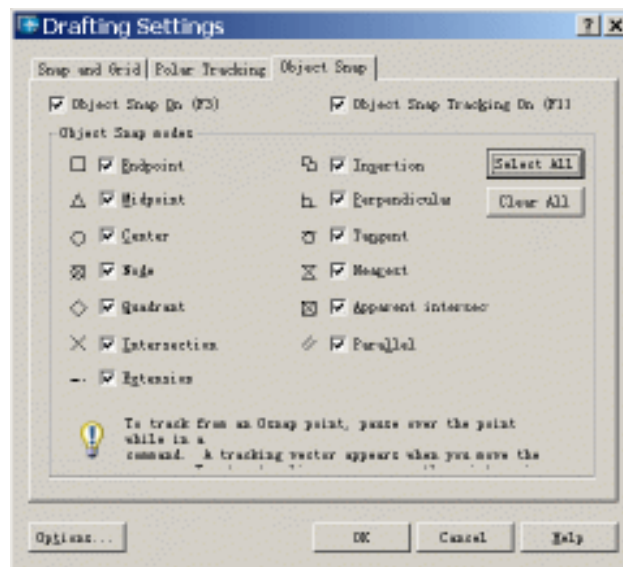

图 1.5 设置对象捕捉
(5) 设置对象捕捉。选择【Tools(工具)】|【Drafting Settings(草图设置)】命令进入 Drafting Settings(草图设置)对话框,然后在 Object Snap(对象捕捉)选项卡内选中 Object Snap On(启用对象捕捉)和 Object Snap Tracking On(启用对象捕捉追踪)复选框,并且在 Object Snap modes(对象捕捉模式)选项组中单击 Select All(全部选择)按钮选中所有的选项,如图 1.5 所示。最后单击 OK 按钮完成操作。